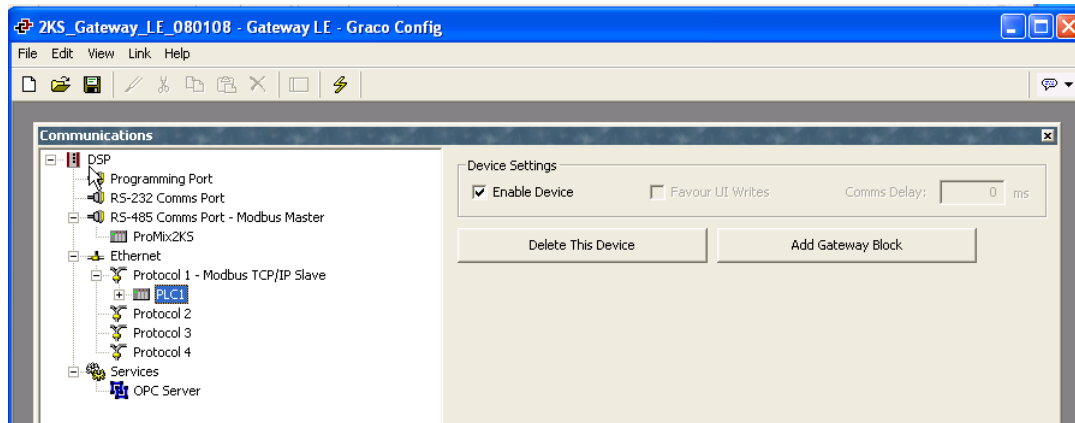

FIG. 21 : Renommage de PLC1
3. Voir la FIG. 21. Cliquez-droit sur le périphérique PLC1 pour le renommer avec un nom mieux adapté à votre système.